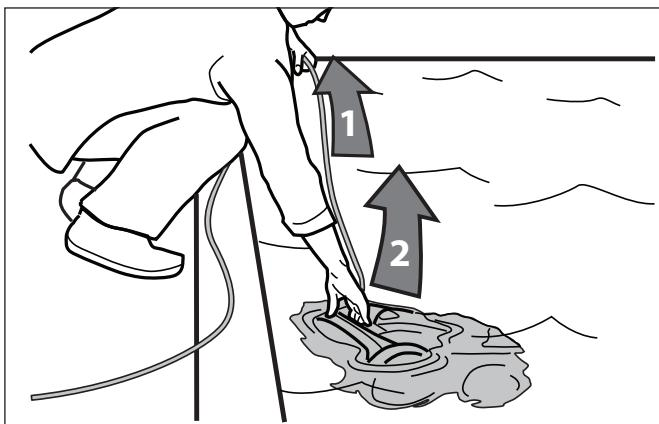

Figure 17. Retirer le robot nettoyeur de la piscine par la poignée
- Lorsque le robot nettoyeur est à portée de main, utiliser la poignée pour le sortir de l'eau (Figures 17 et 18). Ne jamais retirer le robot nettoyeur de la piscine en tirant sur le câble flottant.